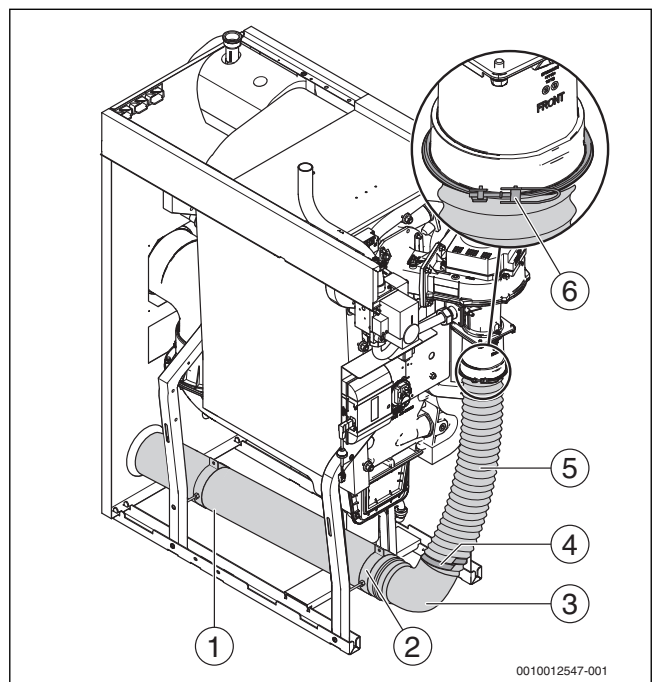

Рис. 14 Комплект для работы с забором наружного воздуха
- ▶ Смонтируйте переходник (→рис. 14, [6]) на всасывающем патрубке горелки.